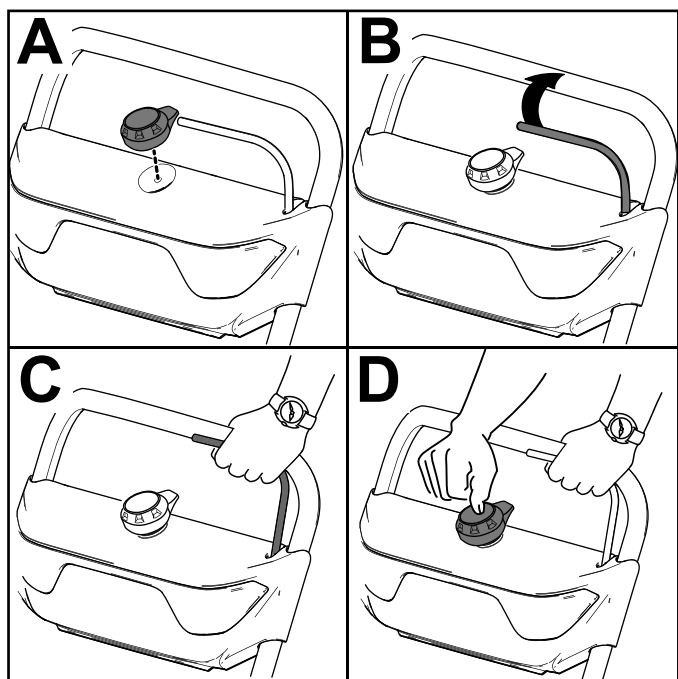

Figura 10
2. Introduceți butonul de pornire electrică în demaror (A din Figura 10).
3. Strângeți maneta și înșiți-o spre mâner (B și C din Figura 10).
4. Apăsai butonul de pornire electrică și menineți-l apăsat până când pornește motorul (D din Figura 10).